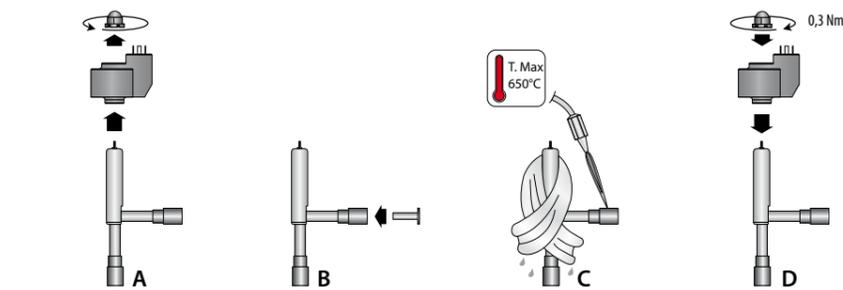

Fig.2
2. inserire il filtro in rete metallica (opzionale) esclusivamente sul raccordo laterale d'ingresso (Fig.2-B) posizionandolo in battuta e bloccandolo col tubo del circuito, prima di saldare la valvola. Attenzione! Utilizzare questo filtro solo in modalità mono-direzionale. In caso di utilizzo della valvola in modo bidirezionale, prevedere idoneo filtro nel circuito;
2. install the metal mesh filter exclusively on the side inlet connection (Fig. 2-B), making sure it is fully inserted and secured in place by the pipe, before welding the valve. Important! Only use this filter for flow in one direction. If using the valve for flow in two directions, a suitable filter is required in the circuit;
- Insérer le filtre dans le treillis métallique, uniquement sur le raccord latéral d'entrée (Fig. 2-B) en le positionnant en butée et en le bloquant avec le tuyau du circuit, avant de souder la vanne. Attention! Utilisez ce filtre uniquement en mode monodirectionnel. En cas d'utilisation de la vanne en mode bidirectionnel, prévoir un filtre adapté dans le circuit;